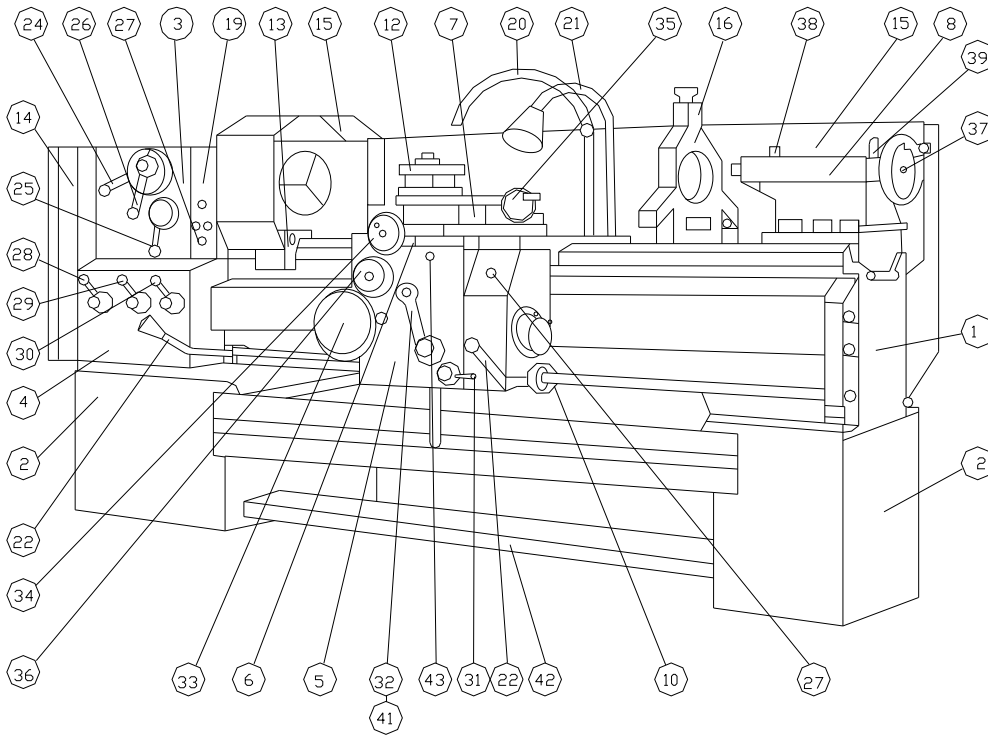
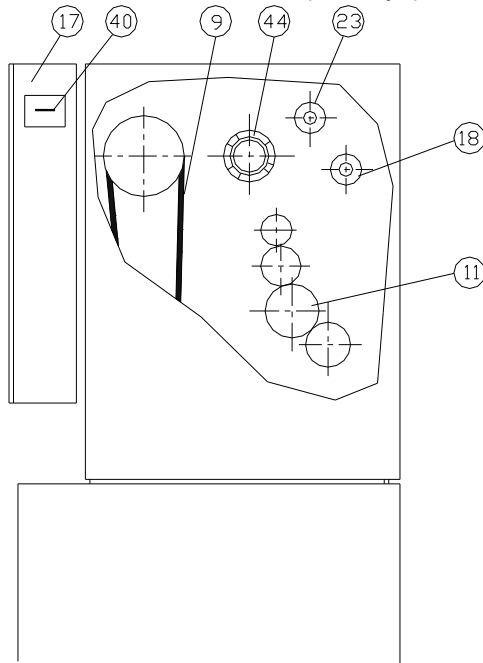
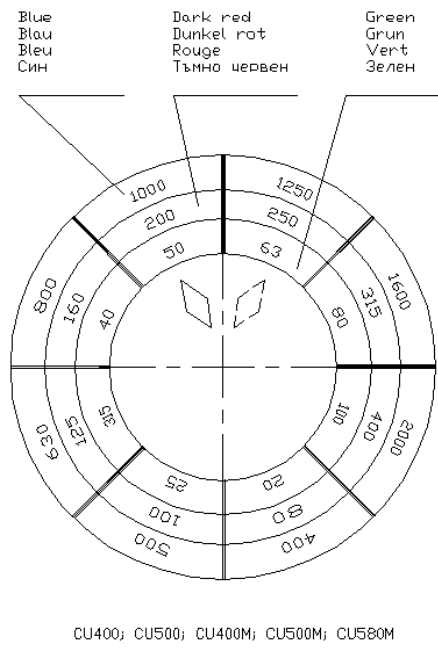

Рис.4-1. Основные части и органы управления
Рис.4-2. Основные части и органы управления
Рис.4-3
На Рис.4-1 и Рис.4-2 показаны основные части и органы управления станка
Диск, на рис.4-3 и рис.4-5, находящийся на лицевой стороне коробки скоростей и управляемый рукояткой 24 рис.4-1, имеет четыре фиксированных положения. Сектор диска, в котором находятся требуемые обороты, устанавливается левее или правее вертикальной линии в зависимости от того где находится фиксированное положение диска.
Рукояткой 26, рис.4-2, имеющей два фиксированных положения, указатель устанавливается в направлении к соответствующему сектору.
Ступица, рис.4-6, управляемая рукояткой 25, рис.4-1, снабжена тремя цветовыми индикациями (зеленой, красной и синей) рис.4-6. Цвет на фоне требуемой оборотной ступени устанавливается напротив стрелки на табличке.
Запуск и остановка шпинделя для вращения в прямом или обратном направлении производится рукояткой 22 рис.4-1.
• **Механизм для нормального и увеличенного шага, левой и правой резьбы:** он расположен в коробке скоростей поз.3 рис.4.2 и его настройка производится рукоятками – поз.23 и 18;
• **Гитара, рис.4-2 поз.11:** ее настройка производится путем перемещения самого нижнего зубчатого блока, согласно рис.4-7; 4-8; 4-9 и 4-10 или табличке, установленной на лицевую часть коробки скоростей;
• **Коробка подач позиция 4 рис.4.1:** ее настройка производится рукоятками 28 и 29 на шаг резьбы или подачу и рукояткой 30 на вид резьбы и подачу;
- **Коробка суппорта:** автоматическое движение подач суппорта осуществляется ведущим валом и суппортным механизмом. Включение и выключение продольной или поперечной подачи суппорта производится рукояткой 32 рис.4-1. Направление, в котором перемещается рукоятка, соответствует направлению движения суппорта.
Движение суппорта при нарезании резьбы осуществляется через ведущий винт и разъемную гайку коробки суппорта. Зацепление разъемной гайки к ведущему винту производится посредством рукоятки 31 рис.4-1.
Управление суппорта при зацепленной гайке производится через рукоятки 22 рис.4-1.
Включение быстрого хода суппорта производится установкой рукоятки 32 рис.4-1 на автоматическую подачу в желаемом направлении движения и нажатием кнопки 41 рис.4-2 для включения электродвигателя. Коробка суппорта оснащена обгонной муфтой, которая обеспечивает включение суппорта на быстрый ход как при выключенном, так и при включенном движении коробкой подач.
- Задайте обороты и оборотный обхват ручками 24, 25 и 26 рис.4-1 и согласно табличке для резьбы;
- Рукояткой 23, рис.4-2 задайте механизму нормальный или увеличенный шаг;
- Рукояткой 18, рис. 4-2 задайте направление (левая или правая резьба);
- Настройте самый нижний зубчатый блок гитары на поз.11 рис.4-2 согласно табличке для резьбы;
- Задайте множительный механизм рукоятки 28, рис.4-1 согласно табличке для резьбы (А;В;С;D) ;
- Задайте избирательный механизм рукояткой 29, рис.4-1 согласно табличке для резьбы (1, 2, 3, 4, 5, 6, 7 и 8);
- Задайте вид резьбы рукояткой 30, рис.4-1;
- Рукояткой 31, рис.4-1 произведите зацепление разъемной гайки к винту;
3. Через ременную шайбу вручную произведите вращение шпинделя таким образом, чтобы цифра 0 с таблички 44, рис.4-2 очутилась напротив указателя;
4. Установите рукоятку 18, рис.4-2 в нейтральном положении;
6. Включите рукоятку 18 рис.4-2;